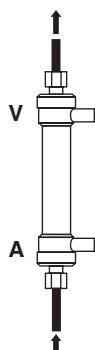

Fig.4/Abb.4/Εικ.4
6) Spoel de bloedzijde van de dialysator en de bloedlijn met meer dan 1000 ml fysiologische zoutoplossing bij ongeveer 100 ml/mm. (Fig. 4)